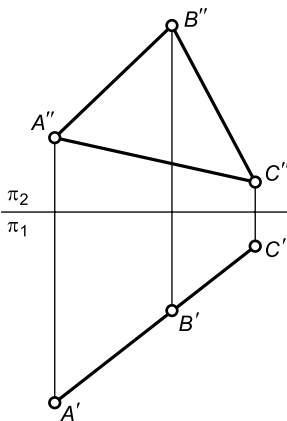

Рис. 17
2.19. Определить истинные размеры треугольника ABC (рис. 17).